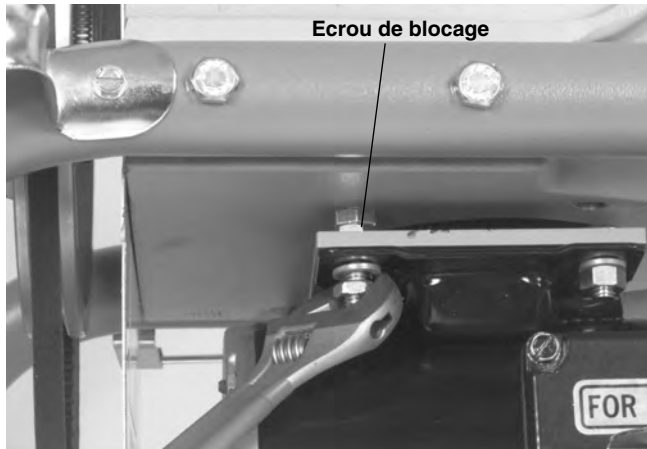

Figure 15 – Réglage de la courroie d'entraînement
2. Desserrez l'écrou de blocage, tourner le boulon de réglage lentement jusqu'à ce que la courroie se raidisse, puis resserrez l'écrou de blocage (Figure 15).